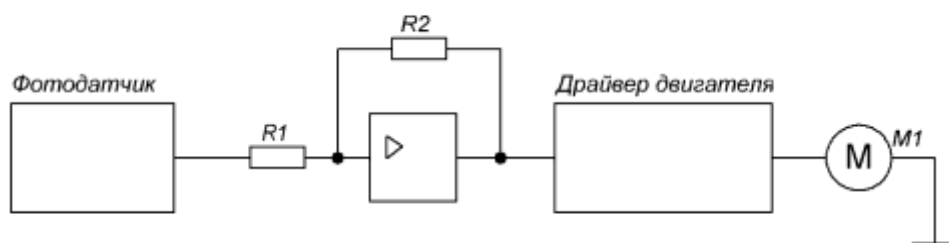

Рис.3. Схема включения двигателя
6.2.(1 балл) Фотодатчик линии вырабатывает напряжение 3,6 вольт, если находится на чёрном участке, и 5,6 вольт, если на белом. Напряжение питания триггера Шмитта 9 вольт,  $R_1 = 100 \text{ кОм}$ ,  $R_2 = 470 \text{ кОм}$  (рис. 3). Каким будет напряжение включения и напряжение выключения? Ответы округлите до десятых.
6.4.(1 балл) Какие должны быть максимальное напряжение логического нуля и минимальное напряжение логической единицы фотодатчика (рис. 3), если напряжение питания триггера Шмитта 12 вольт,  $R_1 = 24 \text{ кОм}$ ,  $R_2 = 36 \text{ кОм}$ ?